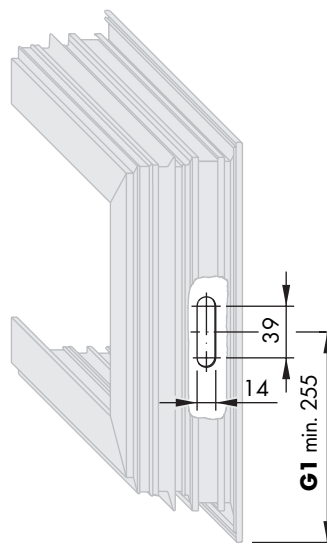

Bild 2
- A** Getriebe LM (4) in vorgesehene Ausfräsung (Bild 2) einsetzen und kuppeln. Getriebe LM (4) durch 45°-Drehung der Drehkralle arretieren und mit Gewindestiften befestigen (Drehmoment $1,5 \pm 0,25$ Nm).